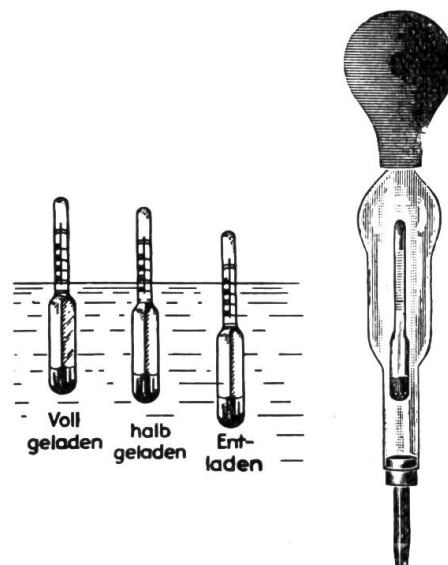

Fig. 2:
1. Die Batterie wird geschont, wenn sie in richtigem Ladezustand gehalten wird. Dieser soll periodisch mit dem Säuremesser kontrolliert werden (Fig. 2). Batterie weder ganz entladen noch dauernd überladen! Eine entladene Batterie sulfatiert, kann einfrieren, den Kasten sprengen und die Platten zerstören. Eine überladene Batterie kocht, die Platten werden krumm und erzeugen Kurzschluss.